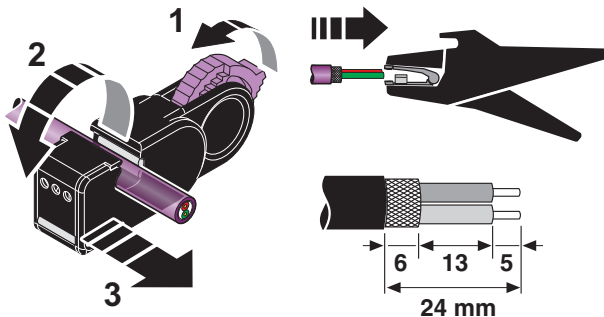

Bild 4 Abisolieren
Beachten Sie für eine sichere Funktion die empfohlenen Abisolierlängen gemäß Bild 4.
- Isolieren Sie die Leiter gemäß Bild 4 ab.